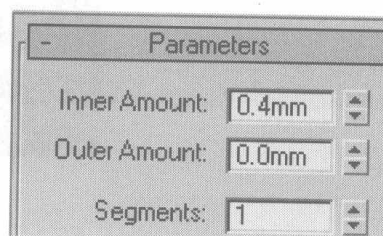

图 3.98
- 13** 在堆栈栏上方的选项栏中选择 Shell 命令，再在 Parameters 卷展栏中设置该面的厚度，如图 3.98 所示。